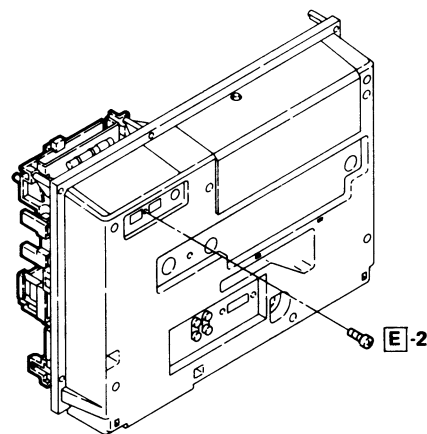

Figure 9-3
2. Remove one screw at the antenna socket. See Fig. 9-3.
2. Die beiden Schrauben von der Antennenklemme entfernen. Siehe Abbildung 9-3.
2. Retirer les deux vis de la borne d'antenne. Voir la Fig. 9-3.